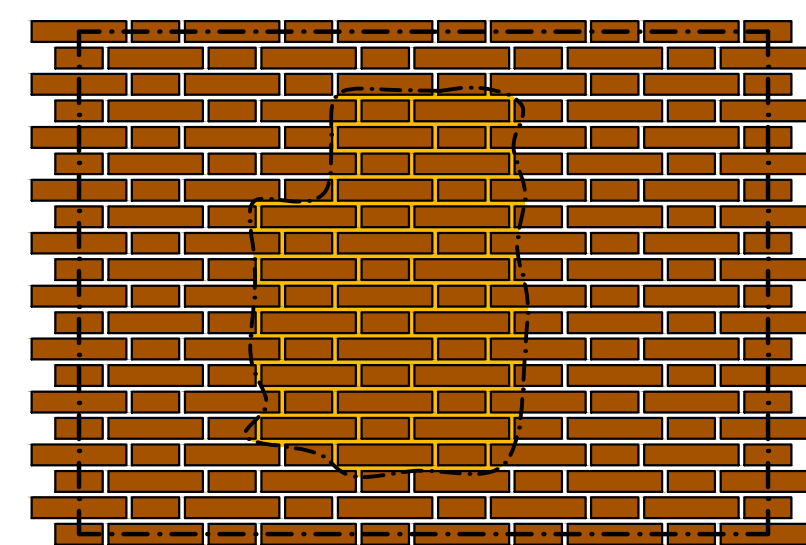

FIGURA 4
- STILATURA DEI GIUNTI DI MALTA CON GRANULOMETRIA DEGLI AGGREGATI E COMPOSIZIONE CHIMICA SIMILE A QUELLA DELLA MALTA ESISTENTE, EVENTUALMENTE COLORATA IN PASTA E FINITURA SUPERFICIALE IN ACCORDO CON LE INDICAZIONI DI DL E ORGANO DI CONTROLLO, PREVIA ESECUZIONE DI RIQUADRI DI PROVA (FIGURA 4).